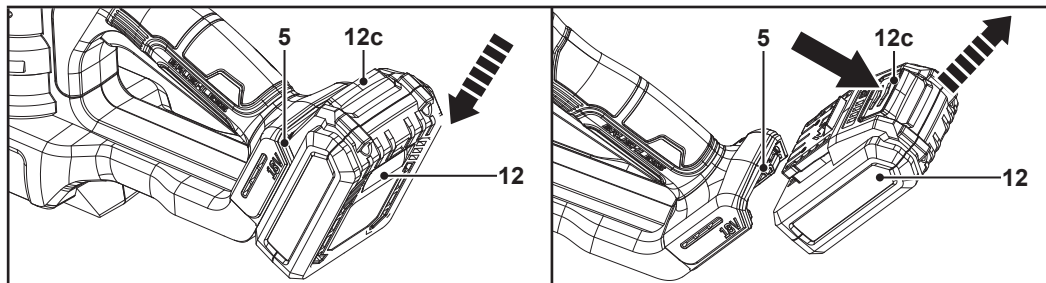
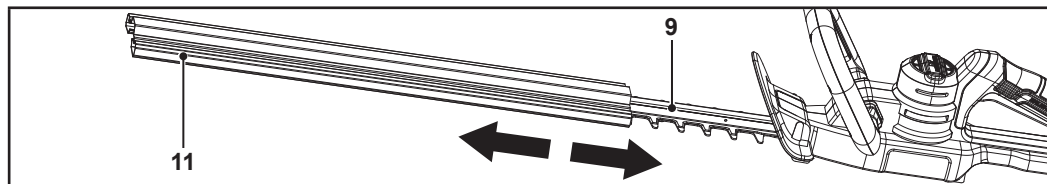

Fig. 2
Fig. 4
**Cobertura da lâmina (11):** Quando a máquina não estiver a ser utilizada, retire a bateria (12) (Fig. 2) e coloque a cobertura da lâmina na lâmina (9) (Fig. 4). Ao fazê-lo, protege a lâmina e evita ferimentos de corte e danos noutros objetos.
**Colocar:** Alinhe a bateria (12) com a porta de ligação da bateria (5) e faça-a deslizar para o interior. Certifique-se de que encaixa no lugar (Fig. 2).
**Remover:** Pressione o botão de libertação (12c) e remova a bateria (12) da porta de ligação da bateria (5) (Fig. 2).
**Remover:** Faça deslizar a cobertura da lâmina (11) da lâmina (9) (Fig. 4).
**Colocar:** Faça deslizar a cobertura da lâmina (11) sobre a lâmina (9) (Fig. 4).